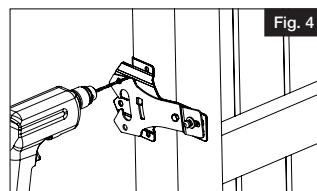

Fig. 4
- a. Percer des avant-trous de 7/32 po (5,6 mm) sur le poteau pour l'emplacement du loquet (Fig. 4).